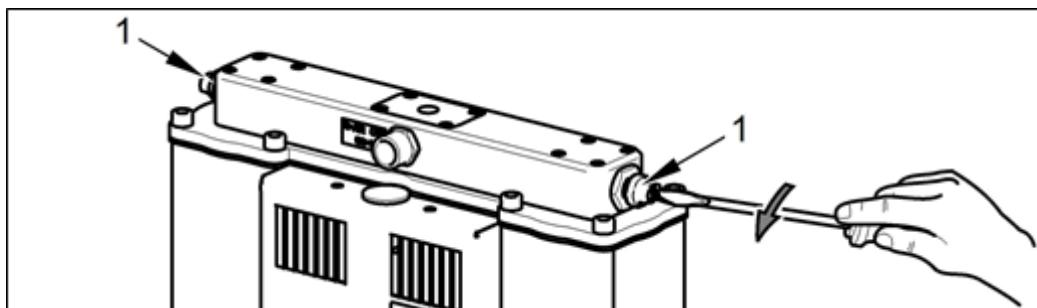

Abb. 25: Druckblas aus den Trocknerkammern
- Öffnen Sie die Ablassstopfen am Ablassmodul der Gerätschaft (Abb. 25).
- Lassen Sie den Druck aus den Trocknerkammern ab. (Abb. 25)